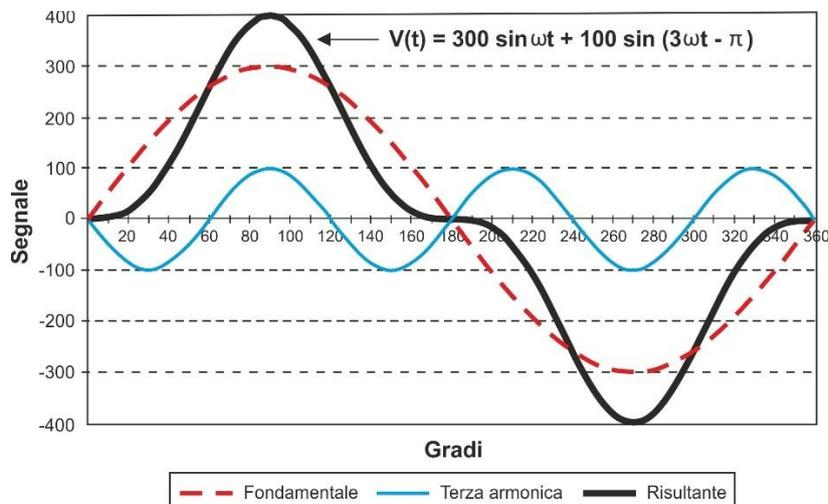

Fig. 88: Analisi armonica – Effetto della somma di 2 frequenza multiple
Si può osservare come nella (1) l'indice della sommatoria vada da **1 a  $\infty$** . Quello che accade in realtà è che ogni segnale non ha un numero di armoniche illimitato: **esiste sempre un numero d'ordine oltre il quale il valore delle armoniche è trascurabile**. Nella seguente Fig. 88 è riportato un esempio di sovrapposizione di un'armonica di 3° ordine ad una fondamentale sinusoidale di un segnale. Il fatto di avere la fase dell'armonica in opposizione di fase genera un segnale risultante significativamente distorto e di ampiezza maggiore della fondamentale che potrebbe creare significativi problemi nella gestione delle protezioni.